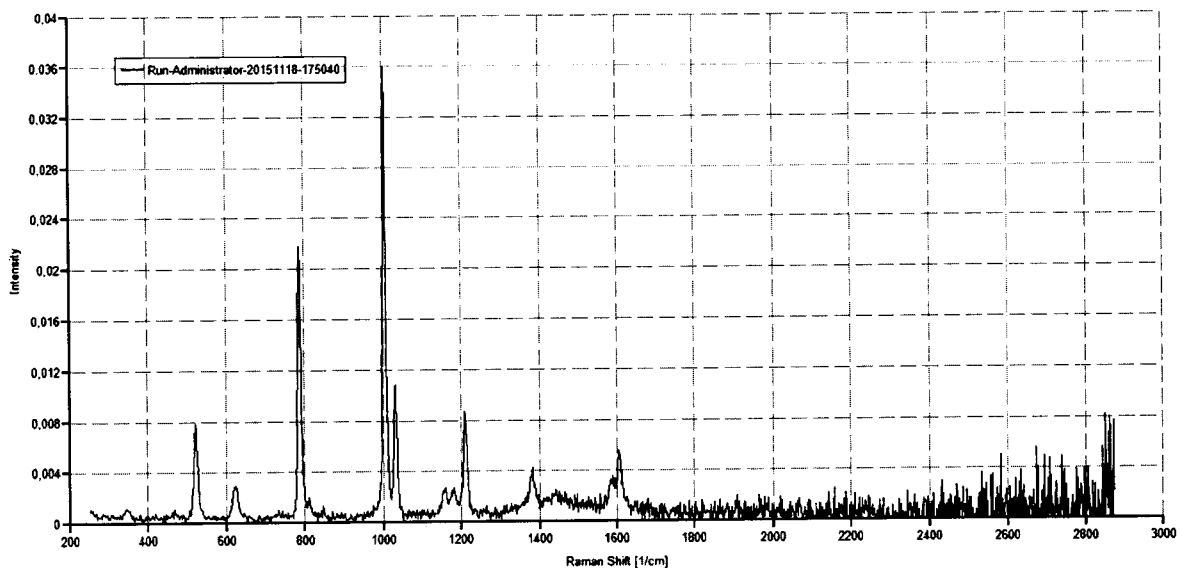

Рис.9. Спектр толуола
6.4.2.7. Открыть файл на компьютере с помощью программы для просмотра спектров (например, SpekWin 32). Формат файла SPC. Вид спектра представлен на рис. 9.